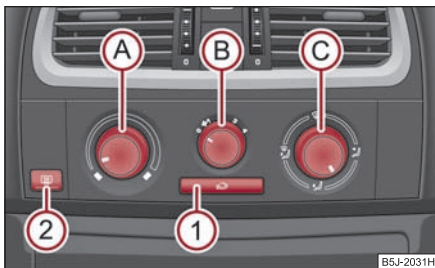

Fig. 115 Încălzirea: Elementele de comandă
Admisia aerului prin fiecare gură de ventilație se reglează de la regulatorul  ⇒ pagina 90, fig. 115. Gurile de ventilație 3 și 4 se pot deschide și închide separat.
Prin gurile de ventilație deschise este admis aer încălzit sau rece, în funcție de poziția regulatorului  ⇒ pagina 90, fig. 115 și de condițiile climatice. ■
- Apăsați tasta , simbolul din tastă  se aprinde ⇒ pagina 90, fig. 115.
Când regulatorul  se află în poziția  ⇒ pagina 90, fig. 115, recircularea aerului este oprită automat. Prin apăsarea repetată a tastei  puteți porni recircularea aerului și în această poziție.
- Rotiți regulatorul rotativ **A** ⇒ fig. 115 spre dreapta pentru a mări temperatura.